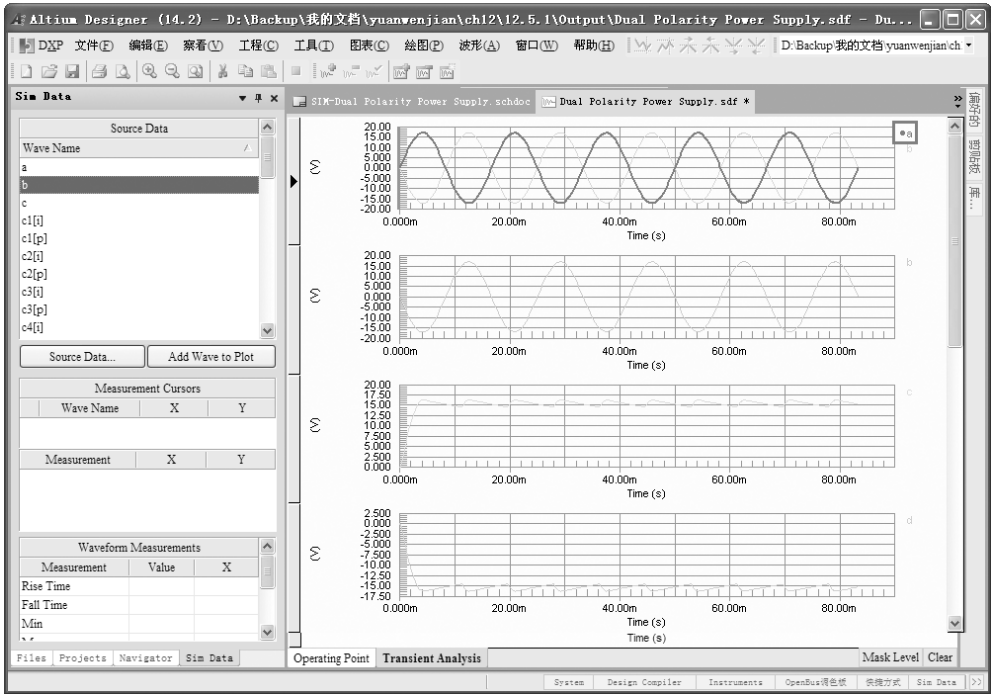

图 12-24 添加波形
6) 在右侧波形图中选中波形 a，在左侧“Sim Date”（仿真数据）面板中选中 b，如图 12-24 所示，单击 按钮，在右侧图中将波形 b 导入到波形图 a。